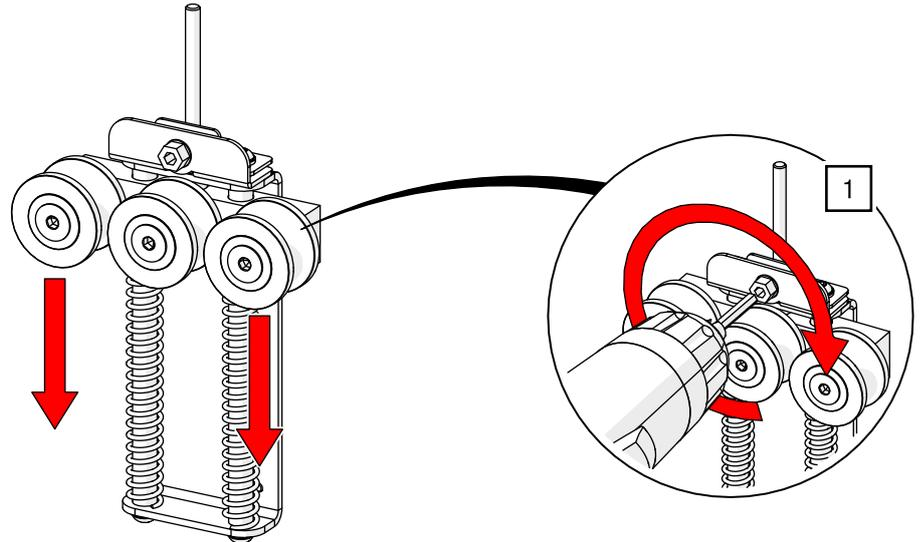

Abb. 124: Führungsrollen nach unten stellen
1. Stellen Sie die Einheit der Führungsrollen an ihre unterste Position gegen den Federdruck ein. Drehen Sie dazu die mittig über den Führungsrollen befindliche Gewindestange mit einem Innensechskantschlüssel (ISK) SW 5 (geringes Drehmoment mit Akkuschauber) vorsichtig ein (siehe Abb. 124).
6. Lösen Sie die Gewindestange mit einem Innensechskantschlüssel SW 5 (geringes Drehmoment mit Akkuschauber) mit Vorsicht so weit, bis sie locker zu drehen ist (umgekehrt zu Schritt 1; siehe auch Abb. 124).